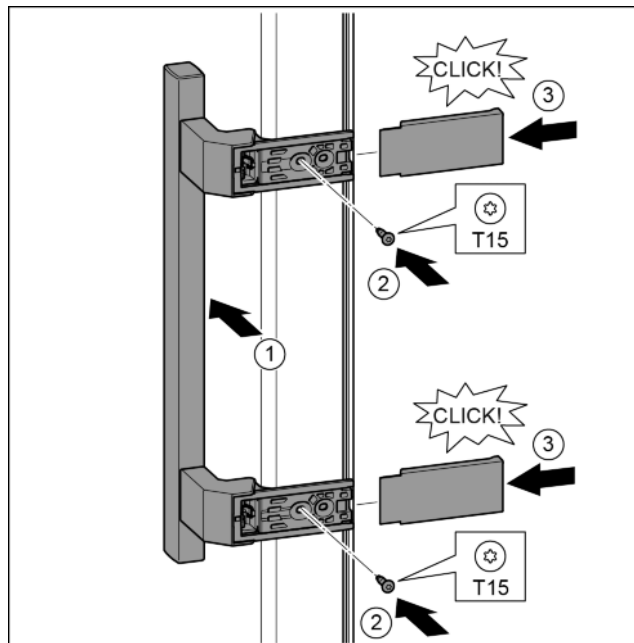

Fig. 15
- ▶ Установить ручку на противоположной стороне. Fig. 15 (1)
- ▶ Затянуть винты отверткой T15. Fig. 15 (2)
- ▶ Установить крышки сбоку и надвинуть. Fig. 15 (3)